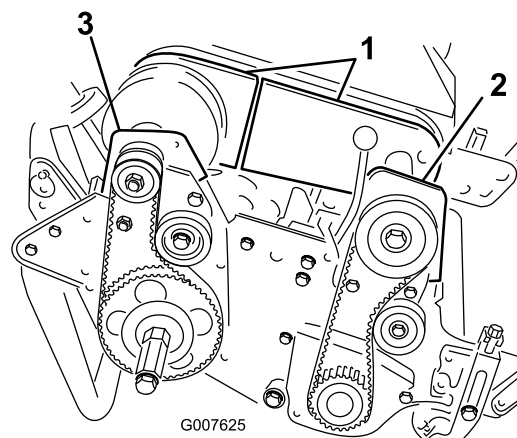

Figura 43
4. Rimuovete i bulloni che fissano la sezione anteriore e posteriore della copertura del differenziale all'alloggiamento del differenziale stesso e fate scorrere le sezioni della copertura in modo da scoprire la cinghia (Figura 43).
6. Togliete i 2 bulloni e i 2 dadi di bloccaggio che fissano la sede della frizione anteriore alla piastra laterale (Figura 43).
8. Togliete i 2 bulloni e i 2 dadi di bloccaggio che fissano la sede del cuscinetto posteriore destro alla piastra laterale (Figura 43).